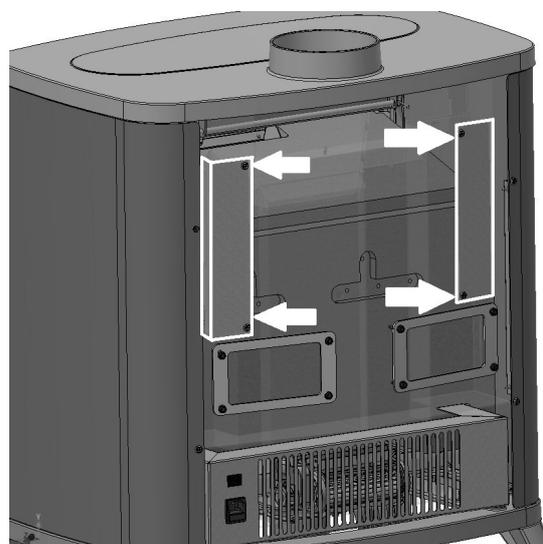

Fig. 16 - Reapertar os suportes
- Para fechar os orifícios, volte a apertar os suportes opostos **Fig. 16**.